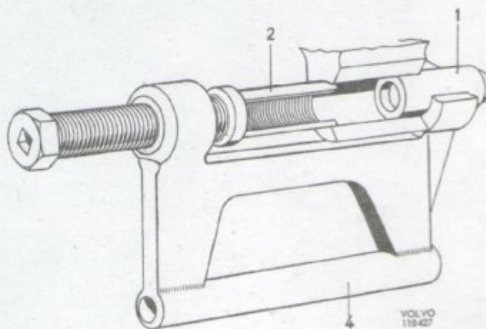

Bild 2
Placera pressdornen (1) som styrning för pressbygel (4) enligt bild 2. Placera bussningen (2) enligt bilden och pressa i den.